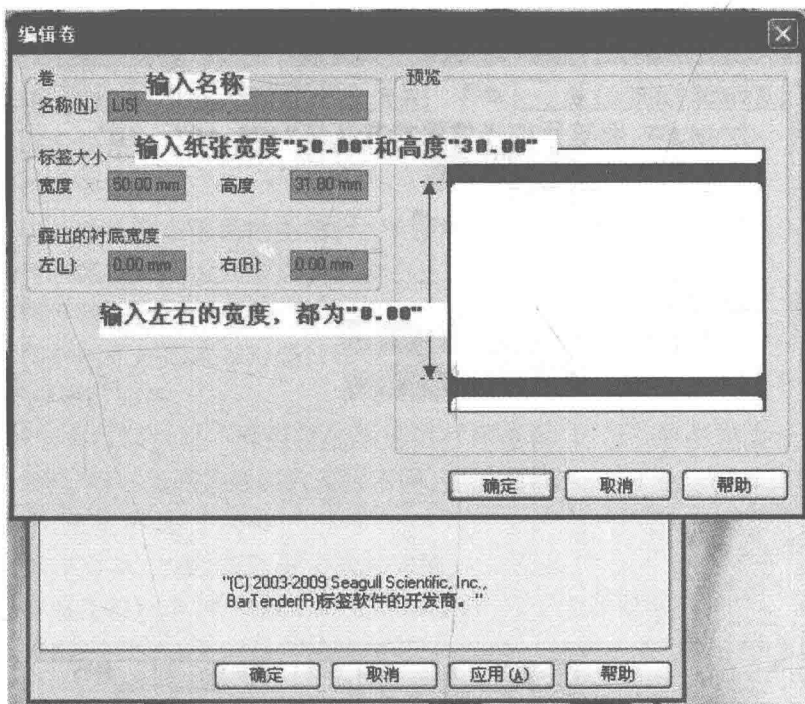

图 1-4 纸张设置界面
(3) 输入名称、纸张宽度、纸张高度、纸张露出的衬底宽度, 见图 1-4;